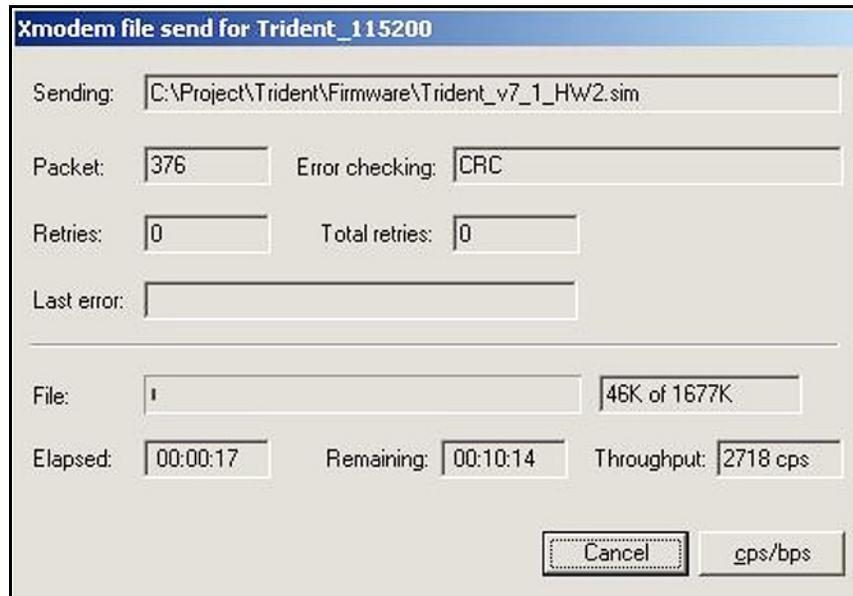
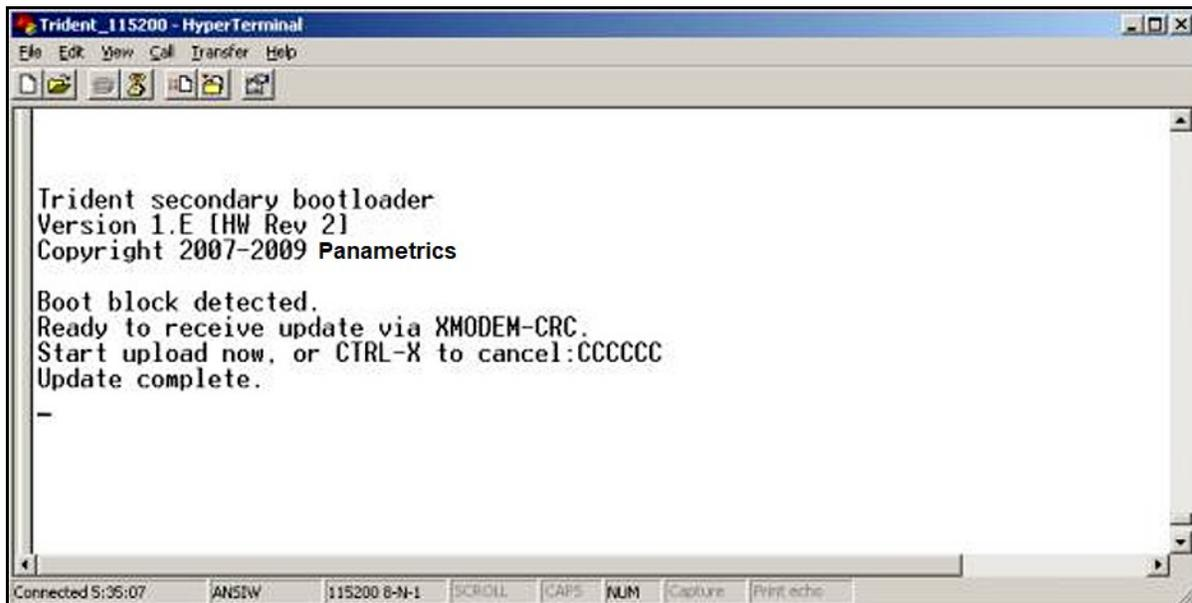

Figura 50: Ventana de estado de la transferencia del Sentinel LCT4
Figura 51: Ventana de estado de la transferencia de la PC
4. En Hyperterminal, seleccione *Transfer* (Transferir) y, a continuación, *Send File* (Enviar archivo). El protocolo debe ser Xmodem. Utilice *Browse* (Examinar) para ubicar el archivo, que tendrá la extensión .cod. Haga doble clic en el archivo y haga clic en el botón *Send* (Enviar). Ambas pantallas, la del **Sentinel LCT4** (Figura 50 a continuación) y de Hyperterminal (Figura 51 a continuación) deben mostrar el estado de la transferencia.